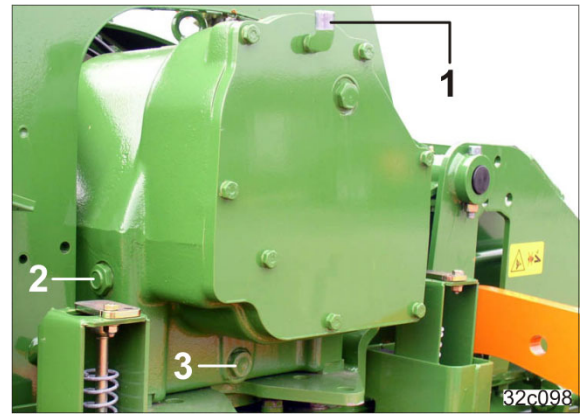

図 132
ギアボックスには換気用パイプが備わっています ( 図 132/1 ) 。
充填量が正しい場合、油面はオイルゲージ ( 図 132/2 ) で視認できます。
2. 必要に応じてギアオイルを、ブリーダ ( 図 132/1 ) の開口部から補充します。
2. オイル排出ねじ ( 図 132/3 ) を回して外します。